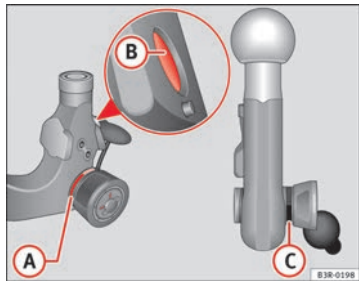

Abb. 165 Abnehmbare Anhängervorrichtung: Kugelstange
- Überprüfen Sie, ob sich die rote Markierung **(A)** ⇒ Abb. 165 am Handrad im Bereich der schwarzen Kennzeichnung an der Kugelstange befindet.